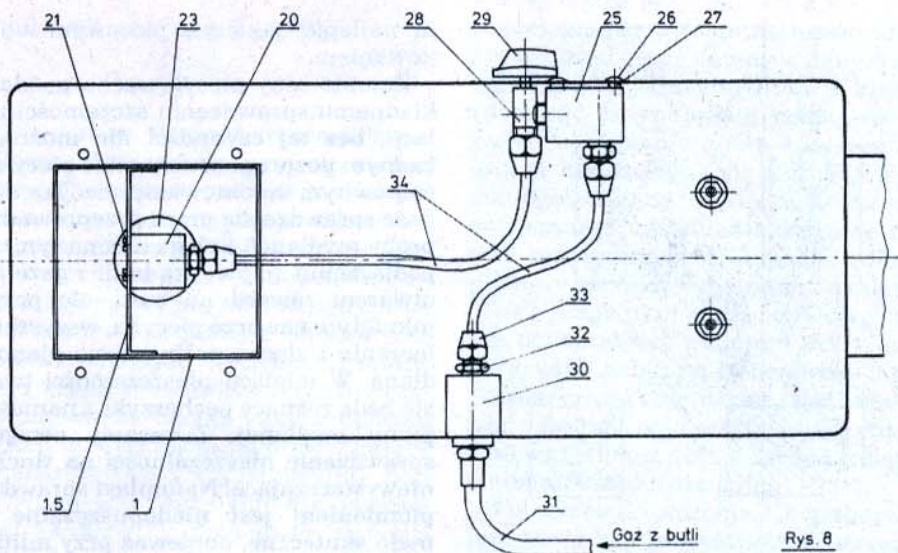

Rys. 3
Komorę górną (2) zrobimy wg rys. 3, z blachy stalowej grubości 1 mm, w podobny sposób jak dolną komorę. Okrągłe, duże otwory w blasze bocznej (2.1) wygodnie będzie wykonać jeszcze przed całkowitym złożeniem komory. Natomiast wszystkie otwory w dolnych kątownikach (2.3) i ściance czołowej wykonuje się później, w montażu. Otwory $\varnothing 8,4$ mm w bocznej ściance wierce się wg przygotowanego szablonu, o którym jeszcze napiszemy. Daszek (2.2) z blachy grubości 2 mm, odpowiednio wygięty, służy do kierowania ciepłego powietrza z komory do zespołu radiatora i umocowany jest na stałe spawaniem w rogach.